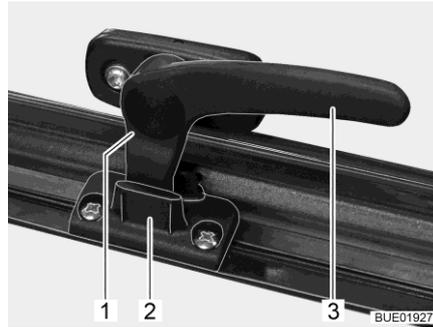

Fig. 19 Palanca de bloqueo en la posición de "ventilación continua"
- En la posición "ventilación continua" (Fig. 19)
- Girar la palanca de bloqueo (Fig. 19,3) un cuarto de vuelta hacia la mitad de la ventana.
- Girar la palanca de bloqueo un cuarto de vuelta hacia el marco de la ventana. El saliente de bloqueo (Fig. 19,1) se ha de introducir para ello en el rebaje del bloqueo de la ventana (Fig. 19,2).